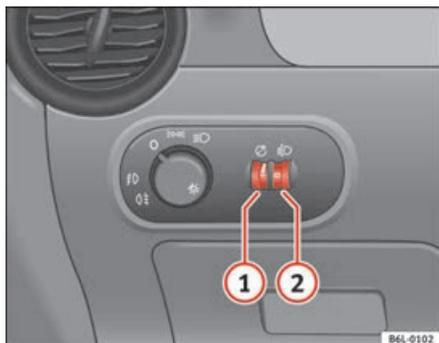

Fig. 58 Pannel de instrumentos: reguladores da iluminação dos instrumentos, dos comandos e do alcance dos faróis
Com a luz acesa, é possível regular a intensidade da iluminação dos instrumentos e dos interruptores, rodando a roda recartilhada ⇒ fig. 58 ① continuamente.